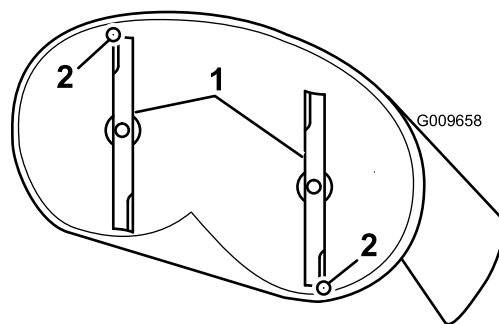
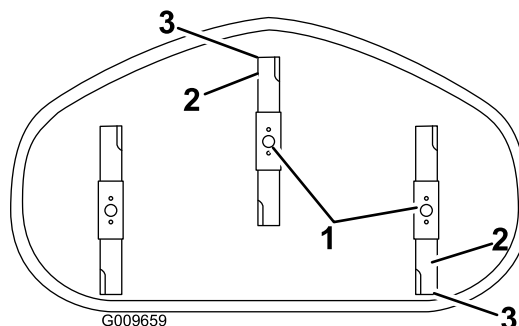

Figura 63
Figura 64
4. Gire cuidadosamente las cuchillas colocándolas en el sentido de avance de la máquina (Figura 63 y Figura 64).
5. Mida entre la punta de la cuchilla delantera y la superficie plana, y entre la punta de la cuchilla trasera y la superficie plana (Figura 63 y Figura 64).
9. Después de realizar el ajuste, compruebe de nuevo la inclinación longitudinal, y siga ajustando la tuerca hasta que la punta de la cuchilla delantera esté entre 1,6 y 7,9 mm más baja que la punta de la cuchilla trasera (Figura 63 y Figura 64).